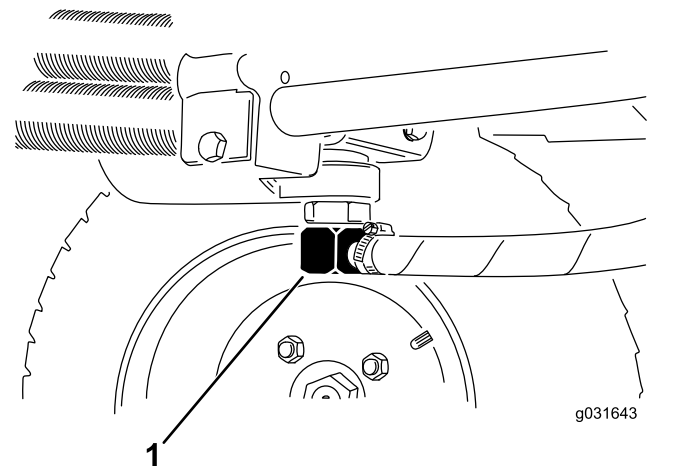
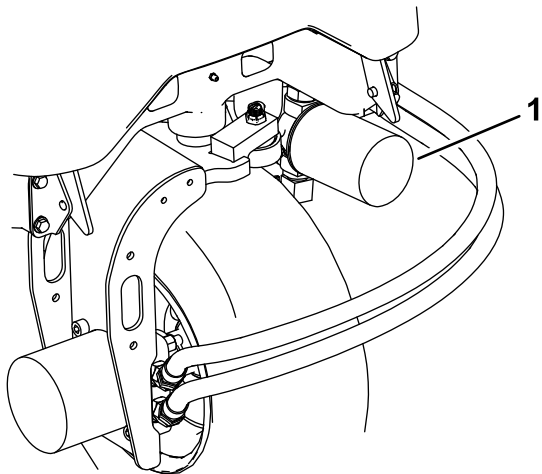

Figura 64
Figura 66
2. Desconecte as linhas hidráulicas ou retire o filtro hidráulico e deixe que o fluido hidráulico esorra para dentro de um recipiente de escoamento (Figura 66 e Figura 64).
3. Instale as linhas hidráulicas quando o fluido parar de escorrer (Figura 64).
3. Limpe em torno da área de montagem do filtro, coloque um recipiente de escoamento debaixo do filtro e retire o filtro (Figura 66).